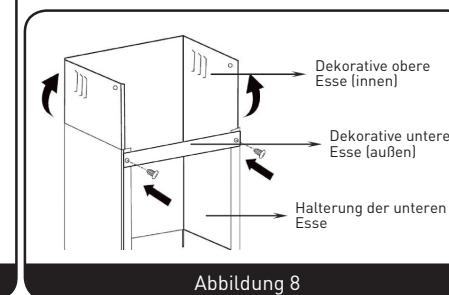

Abbildung 8
5. Die Halterung der unteren Esse dient zur Befestigung der dekorativen unteren Esse. Bringen Sie mit zwei 4x8 mm Schrauben die Halterung der unteren dekorativen Esse an der unteren dekorativen Esse an. Entscheiden Sie, wo Sie die Löcher zur Befestigung der Halterung bohren, bevor Sie die Halterung an der Esse anbringen. Montieren Sie die Elemente dann mit zwei Wanddübeln und zwei ST4x30 mm Schrauben. Ziehen Sie die Schrauben nicht übermäßig fest. Achten Sie darauf, dass sich die obere dekorative Esse bewegen lässt, damit Sie deren Höhe nach der Montage anpassen können. (Abbildung 8)